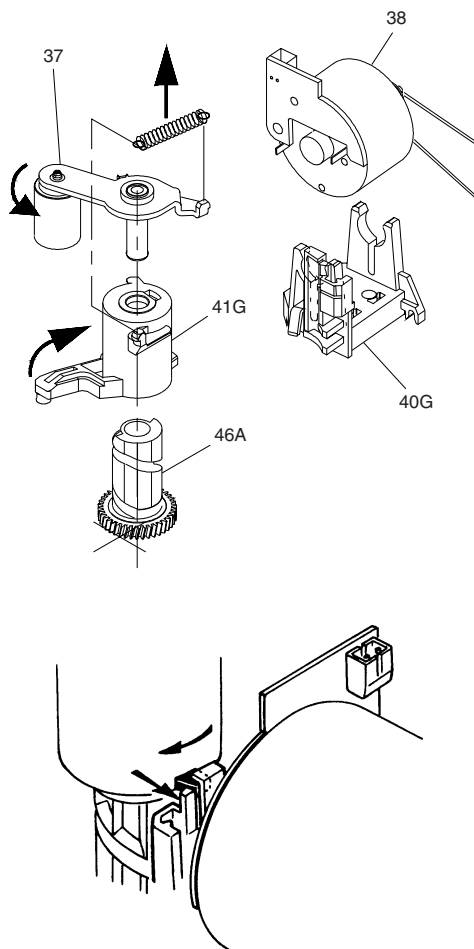

Figure 10-7
Dégagez le guide (pos. 41) de la rainure du moteur de chargement et le tournez dans le sens des aiguilles d'une montre jusqu'à ce que le galet presseur et le guide (pos. 41) puissent être déverrouillés et retirés (voir figure 10-7).